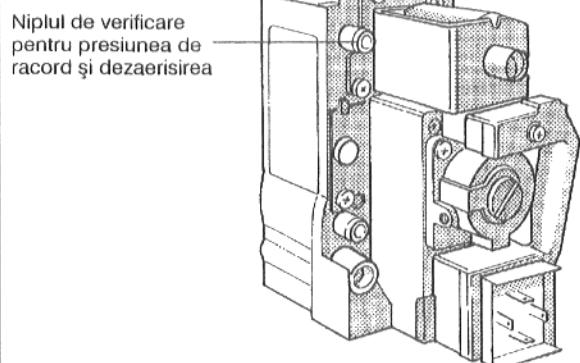
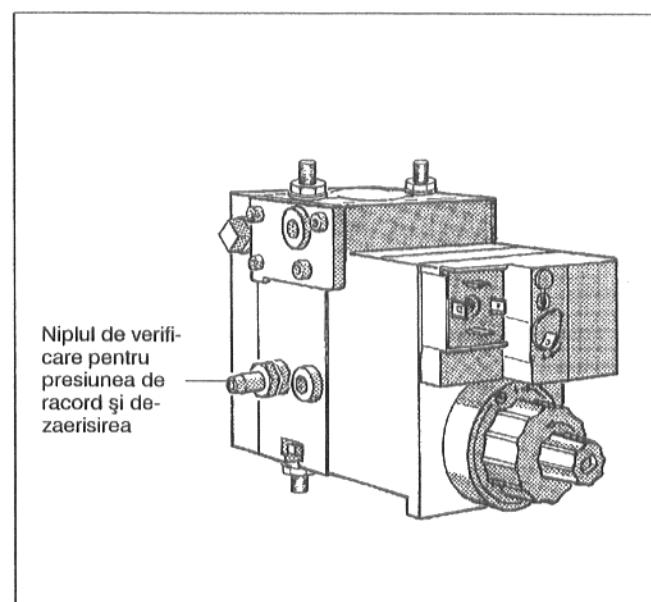

Fig. 27: Armătura arzătorului de gaz Honeywell VR 4601
Fig. 28: Armătura arzătorului de gaz DUNGS MBDLE
- Desfaceți ușor șuruburile de încheiere de la niplul de verificare pentru presiunea de racord de la armătura arzătorului de gaz (Fig. 27 respectiv Fig. 28) numai două rotații.